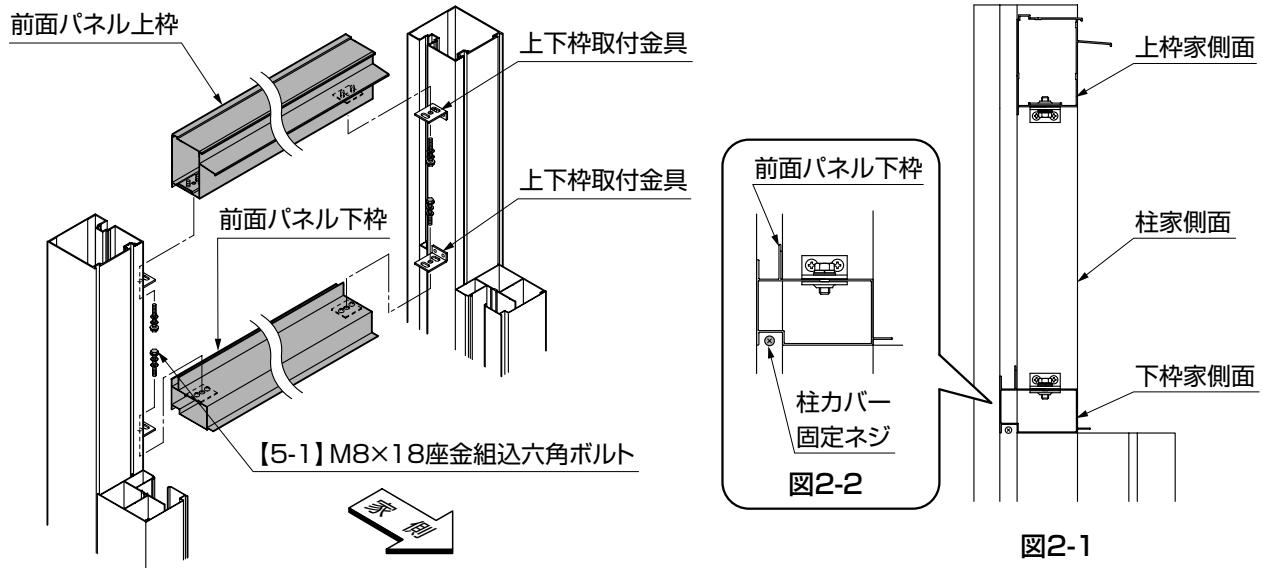

図2-1
③前面パネル上枠を【5-1】で取付けてください。
④柱の家側面と前面パネル上枠・前面パネル下枠が揃うように調整してから固定してください。(図2-1参照)